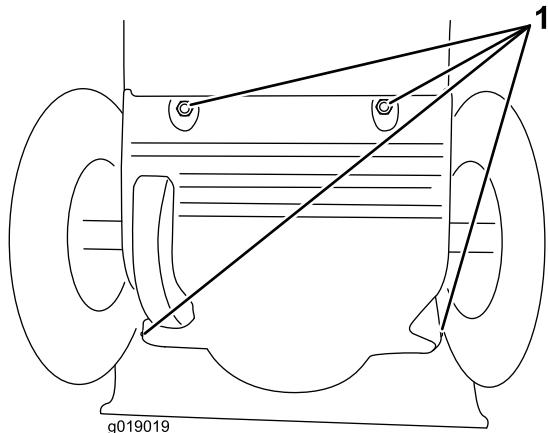

**Figure 45**
Graissez légèrement l'arbre hexagonal une fois par an avec de l'huile moteur de type automobile (Figure 45).
**Important:** Veillez à ne pas faire couler d'huile sur la roue en caoutchouc ou la poulie à friction en acier, sinon la transmission patinera (Figure 45).